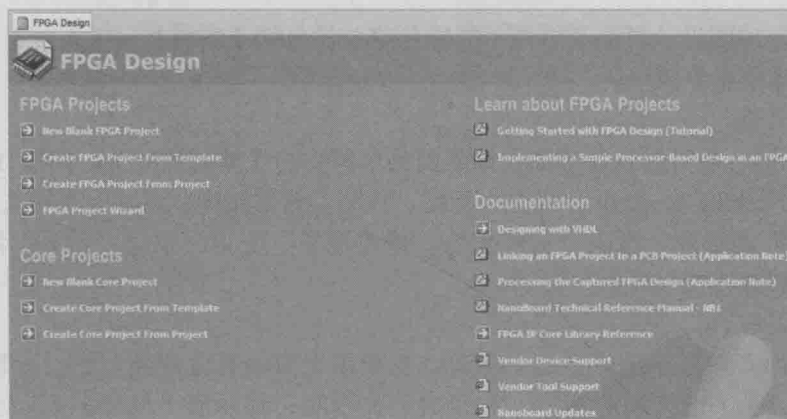

图 1-10 新建 FPGA 项目设计的工作面板
(2) FPGA Design and Development: 新建 FPGA 项目设计。单击此选项，将弹出如图 1-10 所示的新建 FPGA 项目设计的工作面板。
(3) DXP Library Management: 新建集成库。